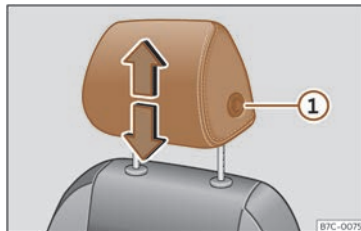
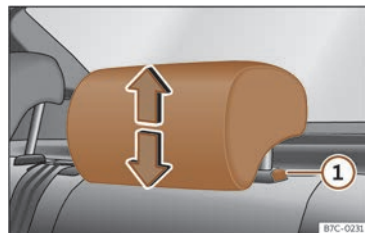

Fig. 70 Asiento delantero: regulación del apoyacabezas.
Fig. 71 Apoyacabezas trasero: regulación del apoyacabezas.
- Agarre el apoyacabezas con ambas manos por los lados y empuje hacia arriba hasta encajarlo en la posición deseada. Para bajarlo, haga la misma acción, pulsando el botón lateral **1** >>> **fig. 70**, >>> **fig. 71**.